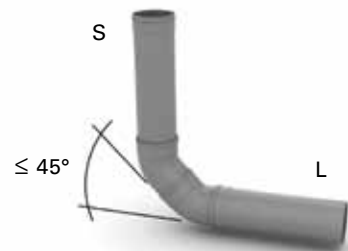

fig. 2.3.3e
Stående ledning (S) som övergår i liggande ledning (L) ska utföras med två böjar $\le 45^\circ$. Se fig. 2.3.3e.